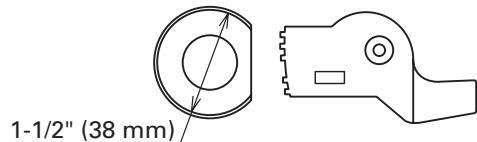

Fig. 27
- (3) Juego de rodillo central (D 38)(Fig. 27) (Nº de código 321445)